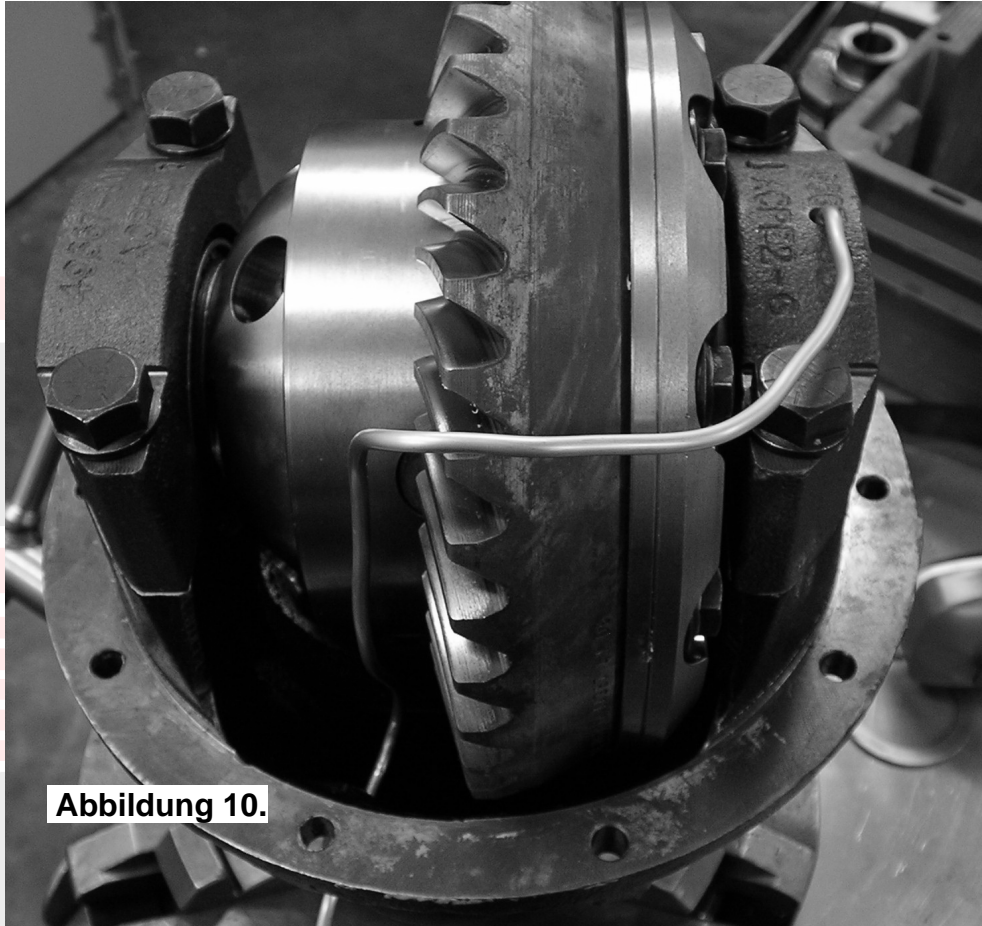

Abbildung 10.
- Biegen Sie das Luftröhrchen so, dass es dem Profil des Differentials folgt und schließlich aus der Schottverschraubung herauskommt. Verwenden Sie dazu keine scharfen Werkzeuge wie Zangen, am besten benutzen Sie dazu nur Ihre Hände (s. Abb. 10. und 11. als Referenz für die Führung des Luftröhrchens).